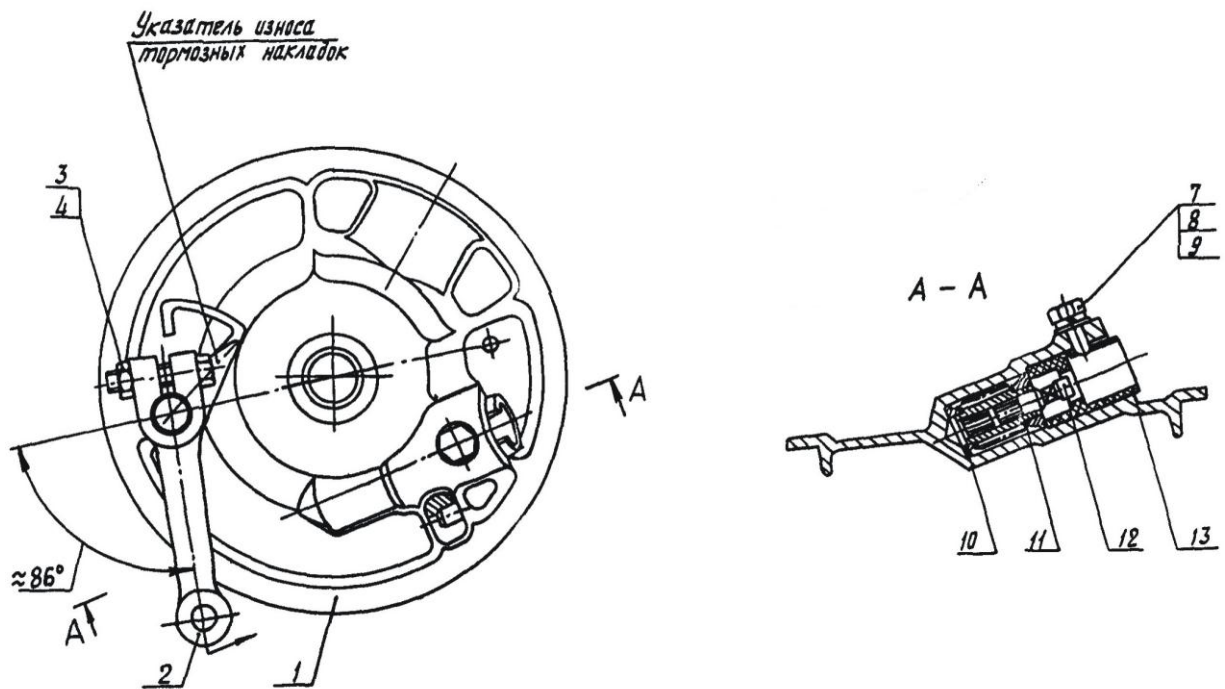

Рис. 12. Основания тормозных колодок
- гибкий вал привода спидометра отсоедините от основания тормозных колодок, ослабив болт 7 (рис. 12);
- подсоедините трос переднего тормоза и отрегулируйте тормоз, и установите на место гибкий вал привода спидометра и затяните болт 7 (рис.12).
Для определения степени износа тормозных накладок пользуйтесь указателями износа (рис. 12), установленными на кулачках тормозных колодок в виде стрелки и рабочей зоны тормозных накладок на поверхности основания тормозных колодок 1.